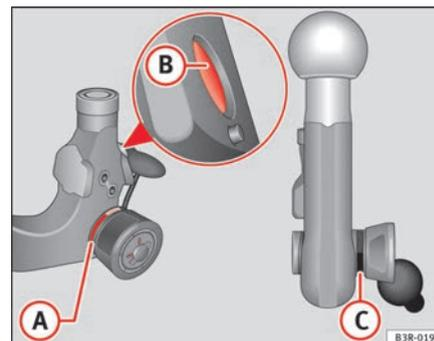

Fig. 159 Dispositivo desmontable para remolque: Rótula
- Compruebe si la marca roja **(A)** ⇒ página 209, fig. 159 de la rueda moleteada se encuentra en la zona negra de la rótula.